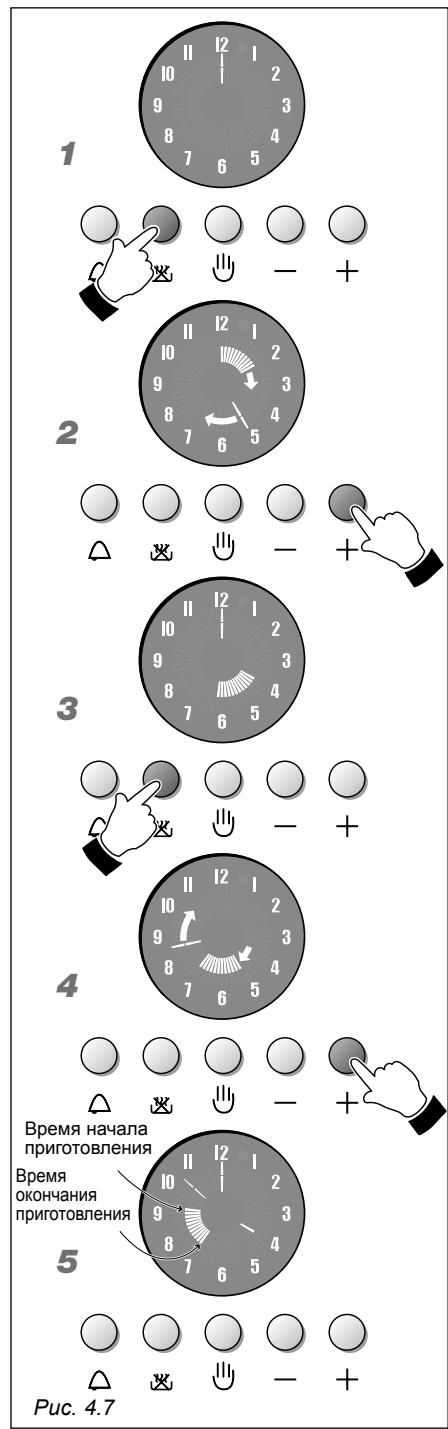

Рис. 4.7
1. Рис. 4.7 - Для того чтобы задать время приготовления (не более 6 часов), нажмите на кнопку , светящиеся стрелки электронных часов погаснут, и загорится светящаяся стрелка, указывающая на 12.
2. Рис. 4.7 - В течение 7 секунд нажмите на кнопку , на дисплее загорится другая светящаяся стрелка (как секунды и минуты). Каждому увеличению на одну дополнительную стрелку внутреннего круга соответствует одна минута. Более того, по прошествии каждых 12 минут загорается светящаяся стрелка внутреннего круга (5 светящихся стрелок соответствуют часу). Для уменьшения необходимого времени нажмите на кнопку .
3. Рис. 4.7 - В течение 7 секунд еще раз нажмите на кнопку ; автоматически загорятся светящиеся стрелки внутреннего круга, которые будут указывать текущее время.
4. Рис. 4.7 - В течение 7 секунд нажмите на кнопку  и установите светящиеся стрелки внутреннего круга (нажатием на кнопку) так, чтобы они указывали на час, в котором духовой шкаф должен начать выполнение программы приготовления. Для уменьшения значения времени нажмите на кнопку .
5. Рис. 4.7 - По истечении 7 секунд на дисплее снова загорятся светящиеся стрелки, которые будут указывать на запрограммированное время приготовления.